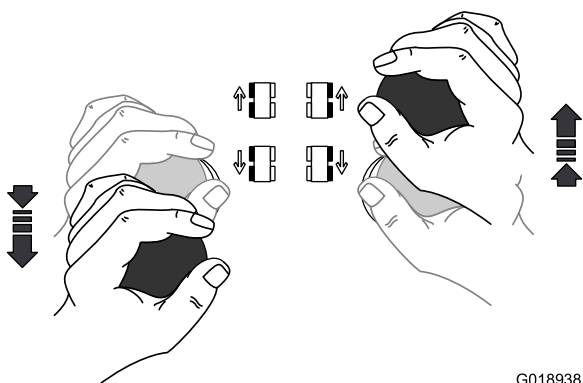

Figure 41
- Pour faire tourner la machine à **gauche**, saisissez les deux leviers de commande de déplacement, et tirez le levier gauche en arrière et poussez le levier droit en avant (Figure 41).